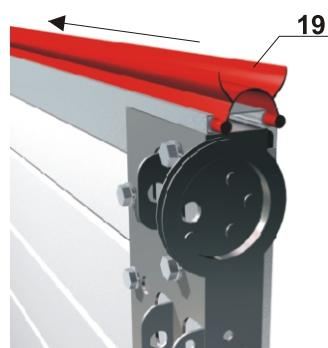

Рис. 5.5 Установка нижнего уплотнения.
После установки кронштейнов и петель выполняют установку нижнего уплотнения (19). Для этого нижнюю панель устанавливают алюминиевым профилем (18) вверх. Затем вставляют нижнее уплотнение в пазы и протягивают вдоль всей ширины ворот. Удобнее это выполнять вдвоем. Один монтажник протягивает, а другой направляет нижнее уплотнение. Нижнее уплотнение устанавливается ровно по длине ворот и выступающие остатки отрезают ножом (как правило, нижнее уплотнение поставляется на 100 мм длиннее панели). Схема установки нижнего уплотнения приведена на рис.5.5.